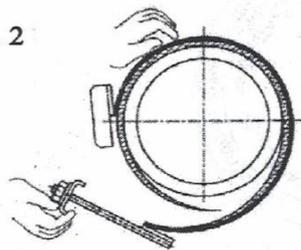

Рис. 3
- наденьте фиксатор на крепежные выступы (рис.3 и рис.3а). Убедитесь, что защитная оболочка расположена под металлической лентой и что концы резинового уплотнителя не подвернулись внутрь, а прилегают к трубе по всей плоскости.
Рис. 3а